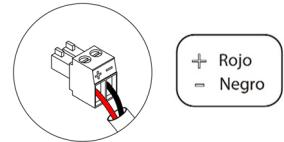

Fig. 48
La conexión del emisor IR se realiza mediante una borna de 2 pines ①. Fije los cables con los tornillos de la borna respetando la polaridad de la misma (Fig. 48).